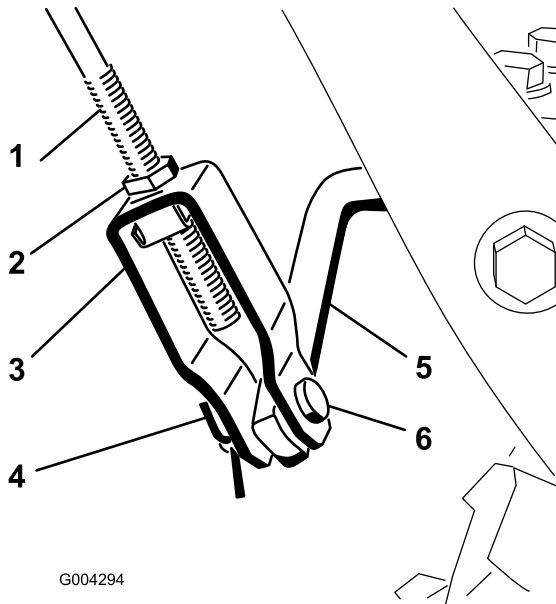

Figure 8
1. Desserrez l'écrou de blocage au-dessus de la chape sur la tige de commande supérieure (Figure 8).
2. Alignez les trous de la chape et de la tige de commande inférieure, et insérez l'axe de chape (Figure 8).
C. Vissez ou dévissez la chape selon que vous souhaitez accroître ou réduire l'écart entre le haut de la poignée et le bas de la manette de commande de vis sans fin/turbine (Figure 8).
6. Quand le réglage est correct, remplacez l'axe de chape et fixez-le à l'aide de la goupille fendue (Figure 8).
7. Serrez l'écrou de blocage pour bloquer la chape (Figure 8).